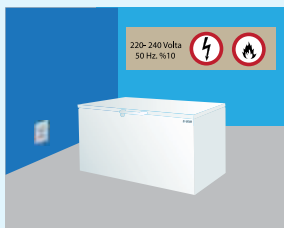

IMAGEN 2
- Su congelador se ha establecido sobre la base de 220 a 240 voltios, 50 Hz de alimentación de red. El uso de diferentes tensiones de su congelador puede dañarlo y causar un incendio. (Imagen 2)